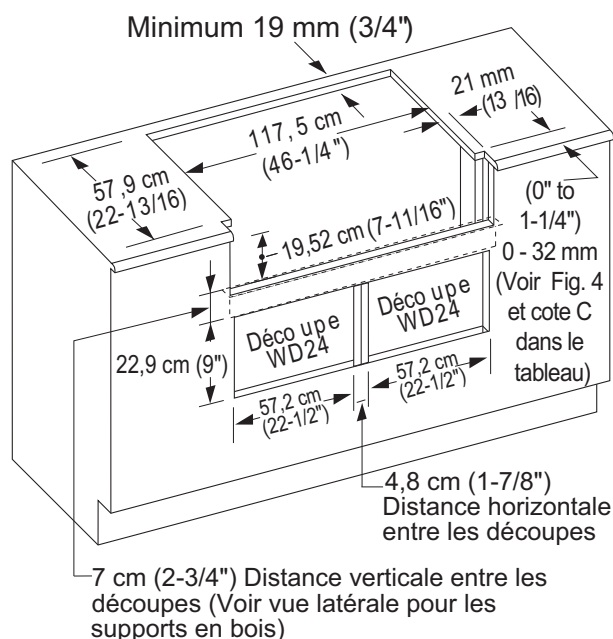

Figure 9 : Installation d'une table de cuisson de 121,9 cm (48po) sur deux tiroirs chauffe-plats côte à côte, modèle WD24
13. Pour l'installation de la table de cuisson de 1,22 m (48 po) sur les deux tiroirs chauffe-plats côte à côte de THERMADOR (modèle WD24), reportez-vous à la *Figure 9*. Si vous réalisez l'installation conformément à la *Figure 9*, le bord gauche de la table de cuisson sera aligné avec le bord gauche du tiroir chauffe-plats gauche et le bord droit de la table de cuisson sera aligné avec le bord droit du tiroir chauffe-plats droit. Pour obtenir un alignement différent, vous pouvez modifier la distance horizontale de 4,76 cm (1-7/8 po) entre les découpes des tiroirs chauffe-plats. Vous devez toutefois conserver une distance d'au moins 2,85 cm (1-1/8 po) pour éviter les interférences entre les tiroirs chauffe-plats. Montez un coude de 90° sur le